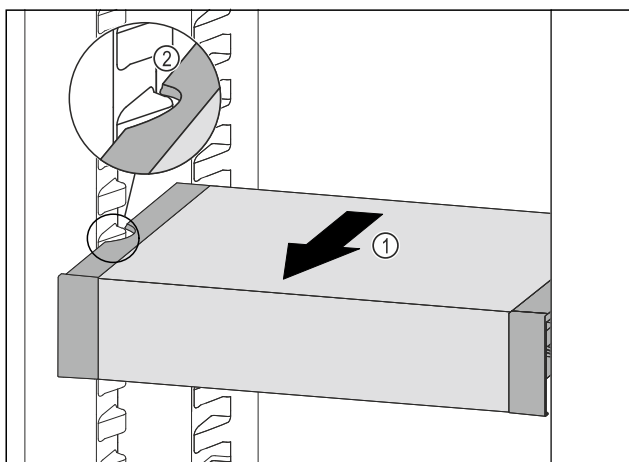

Fig. 68
- ▶ VarioSafe ťahajte dopredu Fig. 68 (1), dokým sa bočné vybrania VarioSafe nebudú nachádzať vo výške rebra nádoby v chladničke. Fig. 68 (2)